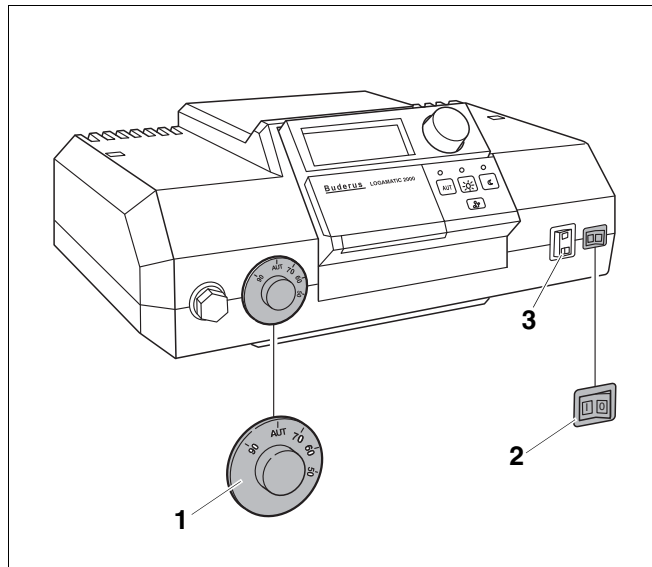
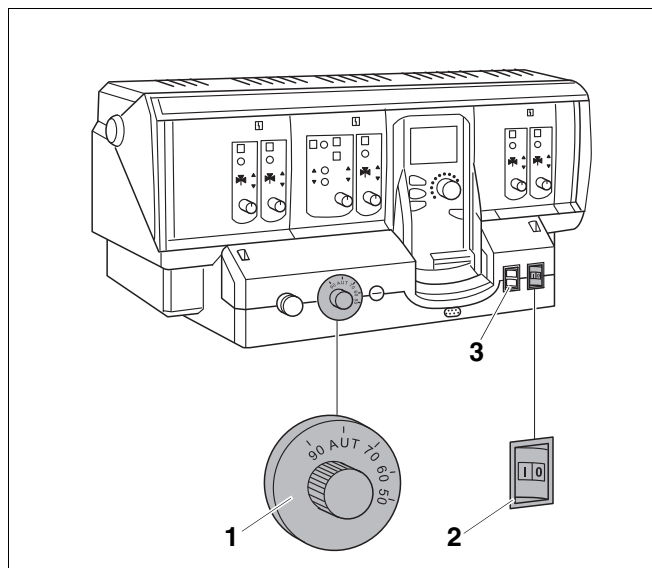

Рис. 4 Система управления (здесь: Logamatic 2107)
Рис. 5 Система управления (здесь: Logamatic 4211)
Включите отопительный котел на системе управления Рис. 4 или Рис. 5. При включении системы управления запустите горелку в автоматическом режиме. Затем горелка может стартовать от системы управления. Дальнейшая информация по этому вопросу находится в соответствующей инструкции по эксплуатации системы управления.
- Установите пусковой выключатель (Рис. 4, **поз. 2** или Рис. 5, **поз. 2**) в положение "I" (ВКЛ).
- Установите регулятор температуры котловой воды (Рис. 4, **поз. 1** или Рис. 5, **поз. 1**) в положение "AUT". При работе в режиме поддержания постоянной температуры установите нужную температуру (минимум 65 °C).
- Установите пусковой выключатель (Рис. 4, поз. 2 или Рис. 5, поз. 2, страница 8) в положение "0" (ВЫКЛ.).